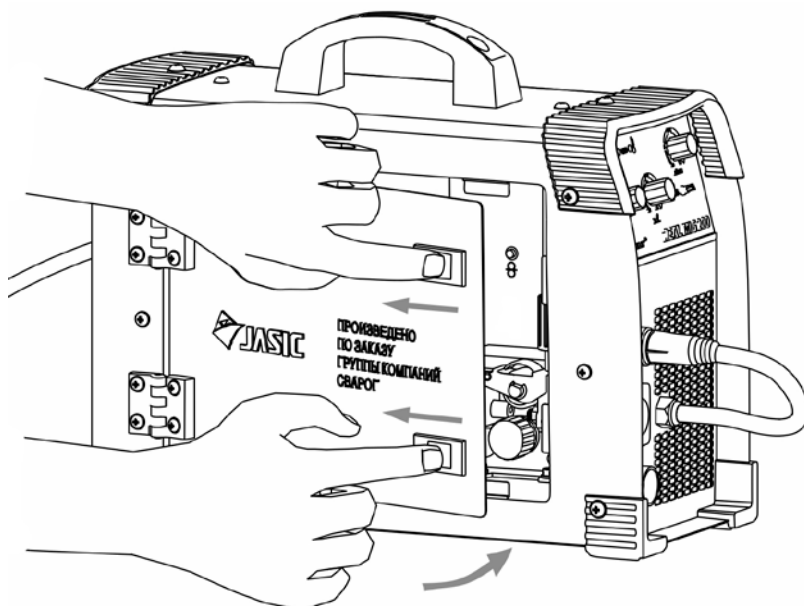

Рис. 9.17. Закрытие дверцы сварочного аппарата.
13. Одновременно двумя руками потяните защелки дверцы на себя, закройте дверцу сварочного аппарата (см. рис. 9.17).